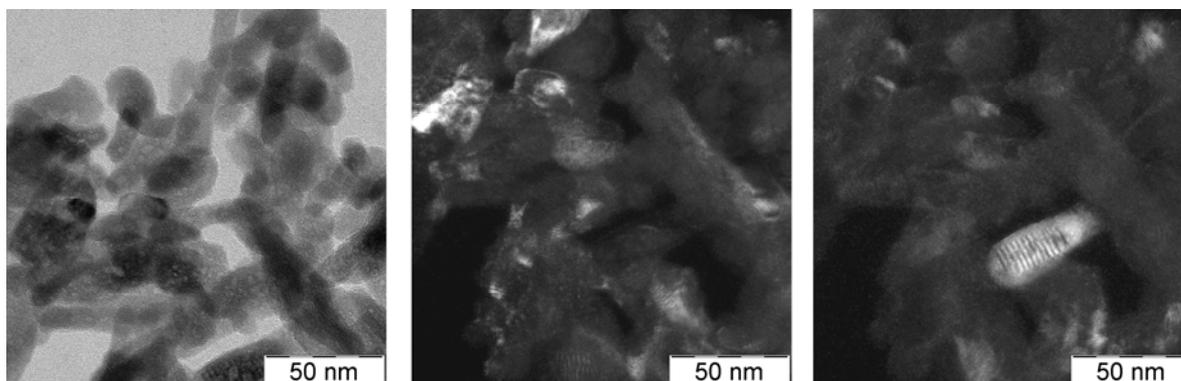

Рис. 3 Светлопольное и темнопольные изображения нанопорошка гидроксиапатита
2. По совокупности светлопольного и темнопольных ПЭМ изображений нанопорошка (рис. 3) измерить и рассчитать средний размер, дисперсность наблюдаемых областей когерентного рассеяния.